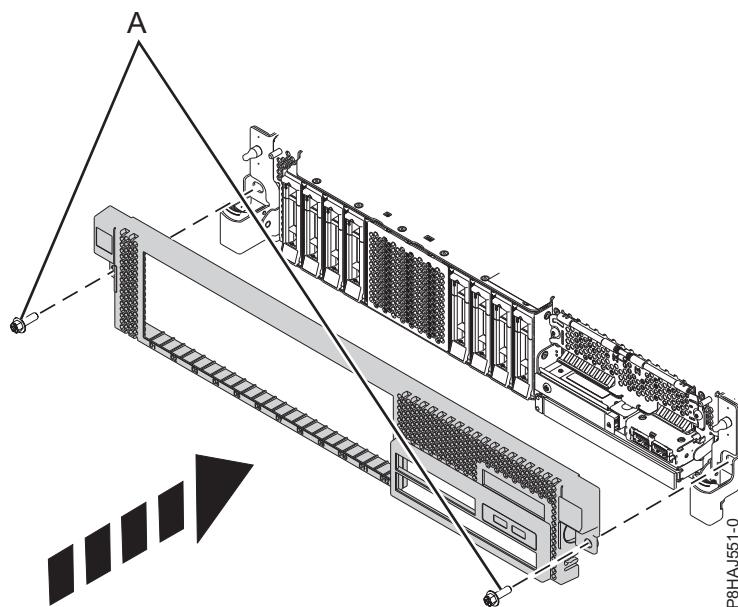

Figura 175. Instal·lació de la coberta frontal
3. Tanqueu els pestells d'alliberament empenyent-los en la direcció que mostra la Figura 175 a la pàgina 209. La coberta queda fixada al seu lloc i té una osca des d'on es pot retenir més fàcilment.
4. Substituïu els cargols de muntatge (A).